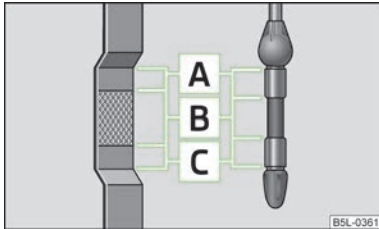

Fig. 99
Joja indică nivelul uleiului » fig. 99.
- Nivelul uleiului nu trebuie să fie în nici un caz, deasupra zonei **A** » fig. 99. Pericol de deteriorare a instalației de evacuare a gazelor arse!